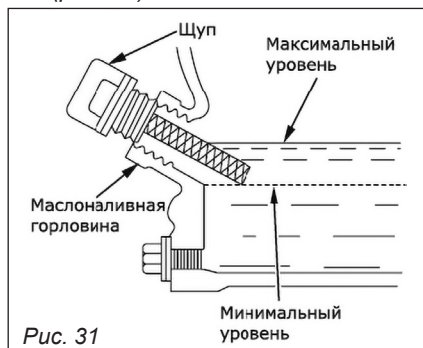

Рис. 31
2. Открутите крышку маслоналивной горловины и протрите щуп тряпкой (рис. 31).